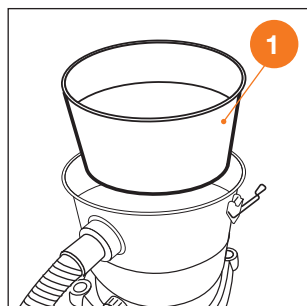

Рис. 10
6. Для уборки в режиме сбора горячего мелкодисперсного мусора (зола, стружки, окалины) (для **DAVC 2514S/6030S**) установите фильтр предварительной очистки с термозащитой **1** (Рис. 10), а также **HEPA-фильтр 2** и зафиксируйте его крышкой **3** повернув её по часовой стрелке **4** (Рис. 10.1-11).